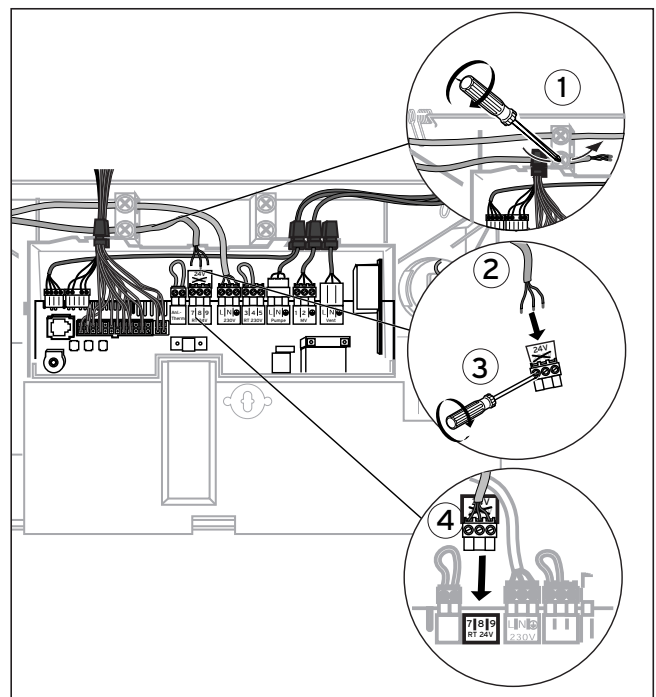

Abb. 4.7 Regelgerät an 7-8-9 anschließen
- Verlegen Sie die erforderlichen Leitungen zur Anschlussebene im Schaltkasten wie in Abb. 4.7 gezeigt.